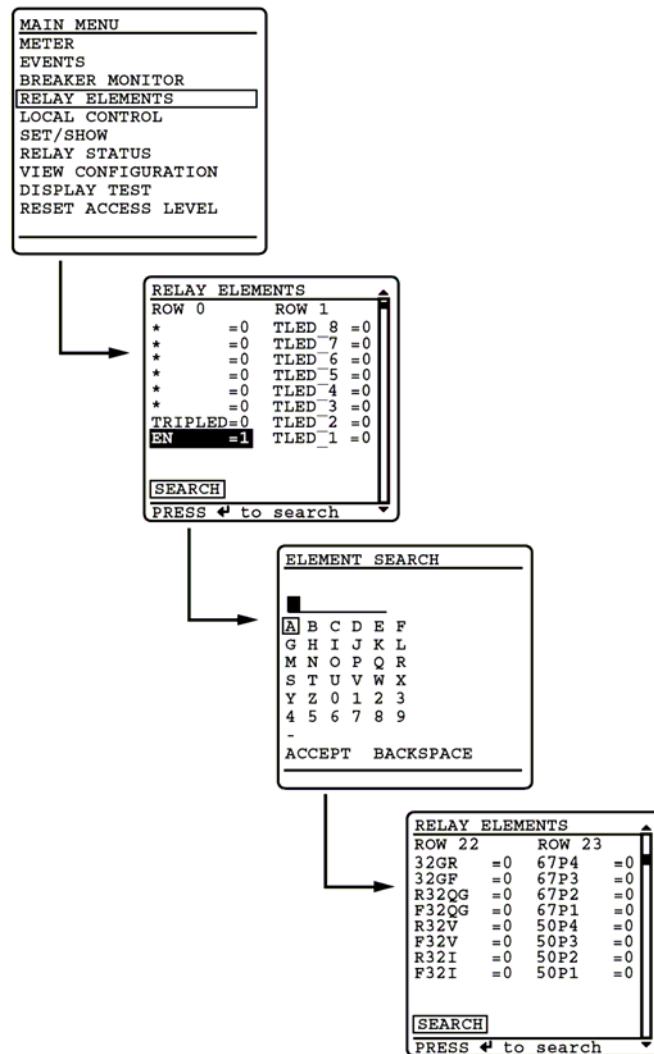

Figura 6.8 Visualização dos “Relay Word bits” a Partir do LCD do Painel Frontal
Se o LCD do relé estiver no modo de DISPLAY ROTATIVO, pressione o botão de pressão **{ENT}** para exibir o MAIN MENU similar ao da Figura 6.8.
Pressione o botão de pressão de navegação **{DOWN ARROW}** (SETA PARA BAIXO) para selecionar o item de ação RELAY ELEMENTS (ELEMENTOS DO RELÉ) (ver a primeira tela da Figura 6.8).
Vai aparecer a tela RELAY ELEMENTS (a segunda tela da Figura 6.8).
- Pressione {ENT} para ir para o submenu ELEMENT SEARCH (PROCURA DO ELEMENTO) da Figura 6.8.
O relé vai exibir a tela do LCD contendo o elemento 50P1, conforme mostrado na última tela da Figura 6.8.